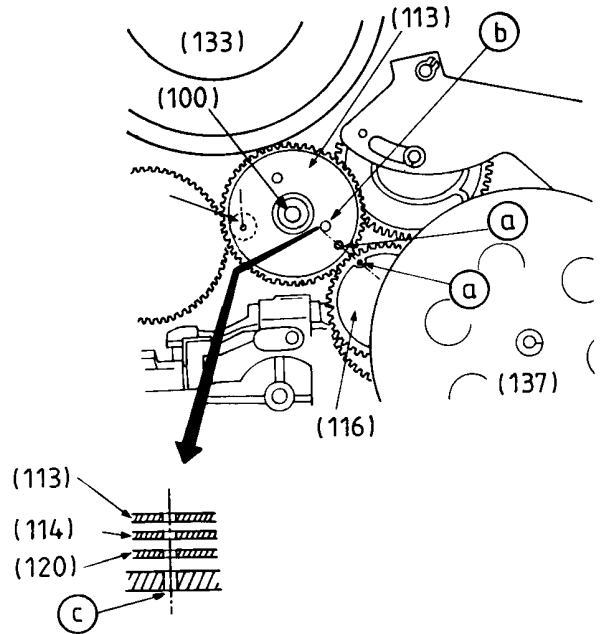
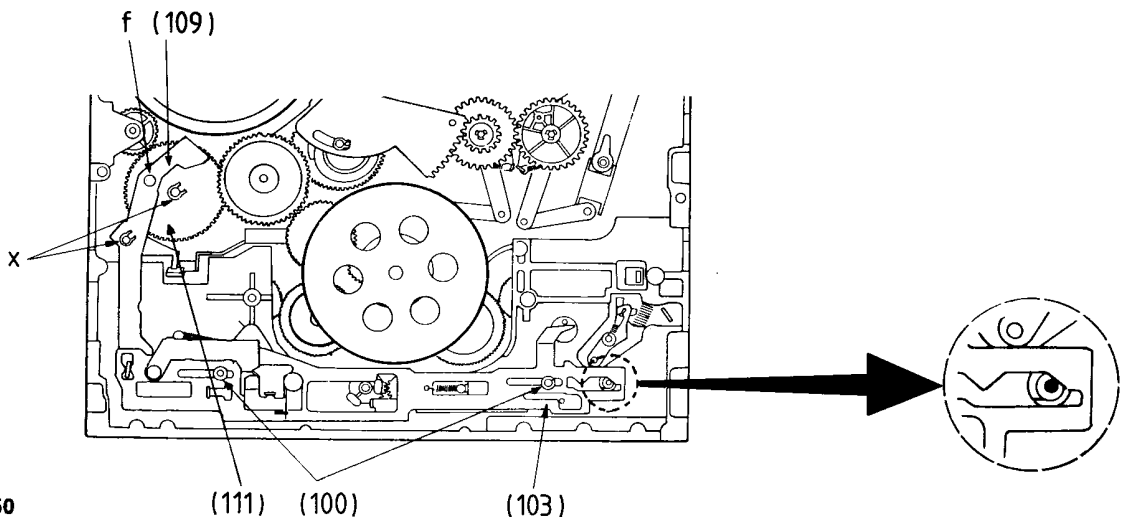

Fig. 49
Fig.50
6.4 Steuerrad (113)
- Steuerrad (113) so auf das Zwischenrad (114) stecken, daß das Markierungsloch (a) des Steuerrades (113) dem Markierungsloch (a) des Kupplungsrades (116) gegenübersteht und die Markierungslöcher (b) des Steuerrades (113), (b) des Zwischenrades (114), (b) des Ringrades (120) und (c) des Laufwerkchassis übereinanderliegen (Fig. 49).
- Sicherungsring (100) montieren.
6.4 Centre Gear (113)
- Put the centre gear (113) onto the retainer gear (114) so that the hole (a) of the centre gear (113) lies opposite hole (a) of the clutch disk (116) and that the holes (b) of the centre gear (113), (b) of the retainer gear (114), (b) of the ring gear (120) and (c) of the chassis lie exactly on top of each other (Fig. 49).
- Fit the cut washer (100).
6.5 Steuerhebel (109), Hauptsteuerschieber (103)
- Steuerhebel (109) so einbauen, daß dessen Steuerbolzen "f" in die Steuerkurve des Kurvenrades (111) eingreift.
- Hauptsteuerschieber (103) einsetzen und mit den Sicherungsrings (100) befestigen (Fig. 50).
6.5 Cam Follower Arm (109), Main Lever (103)
- Install the cam follower arm (109) so that its pin "f" engages with the radial cam of the main cam gear (111).
- Insert the main lever (103) and fasten it with the cut washers (100) (Fig. 50).